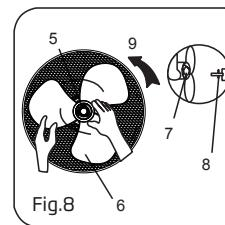

Fig.8
2. Inserire le lame nell'albero motore e assicurarsi che il perno dell'albero del rotore sia inserito nella scalanatura della lama. Girare lo spinner in senso antiorario per stringere la lama. (Fig.8)